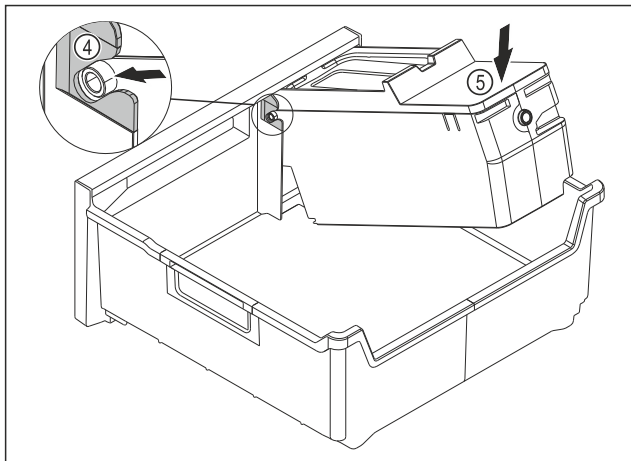

Fig. 80
- ▶ Monter hoveddelen til EasyTwist-Ice: Sett akselen til hoveddelen til EasyTwist-Ice inn i skinnene Fig. 80 (4).
- ▶ Trykk hoveddelen til EasyTwist-Ice Fig. 80 (5) bakover.